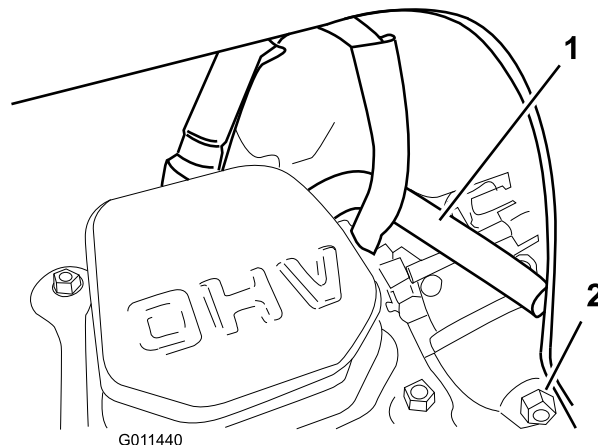

Figure 33
Remarque: Veillez à faire passer le tube de reniflard au-dessus du fil de la bougie, comme illustré (Figure 33).
6. Vidangez le carburateur par la vis de vidange (Figure 33) dans un bidon d'essence homologué.